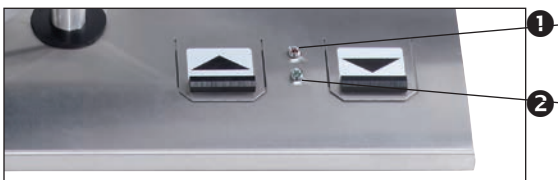

Bild 6
- Stuhl nach oben fahren , bis grüne LED (2, Bild 6) leuchtet.
- Stuhl nach unten fahren , bis rote LED (1, Bild 6) leuchtet.
LEDs (Bild 6)